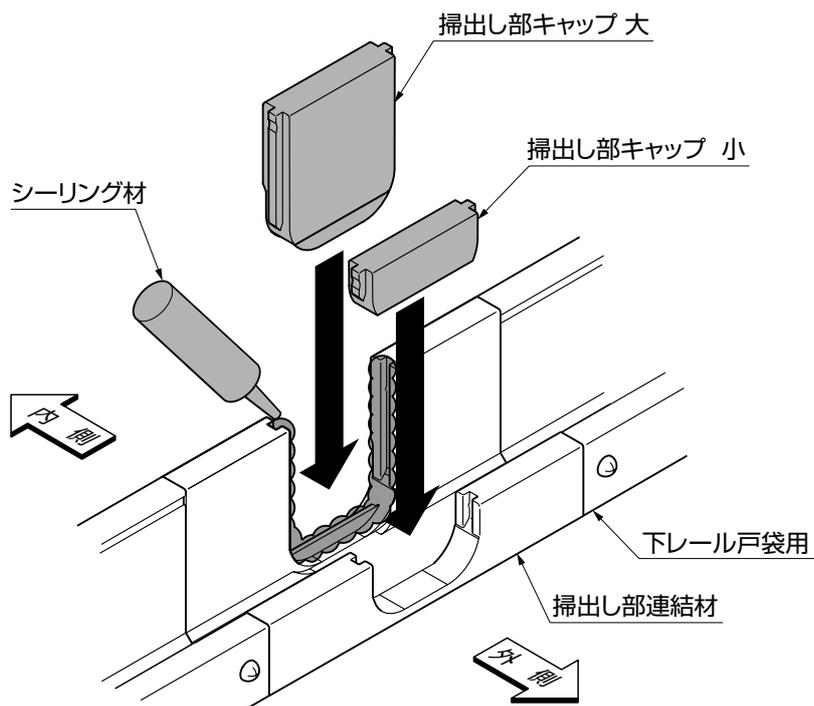

図7-5
③掃出し部キャップを掃出し部連結材に取付けてください。(図7-5参照)
- 内側の掃出し部にシーリングをして、掃出し部キャップを取付けてください。(図7-5参照)